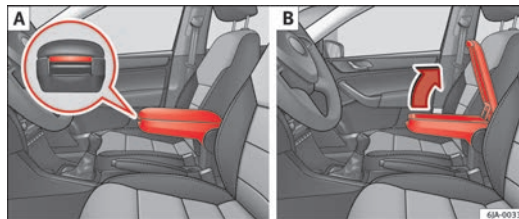

Abb. 71 Armlehne / Ablagefach öffnen und schließen
- Drücken Sie die Taste vorne an der Armlehne ⇒ Abb. 71 - [A].
- Heben Sie die Abdeckung des Ablagefachs an ⇒ Abb. 71 - [B]. ■